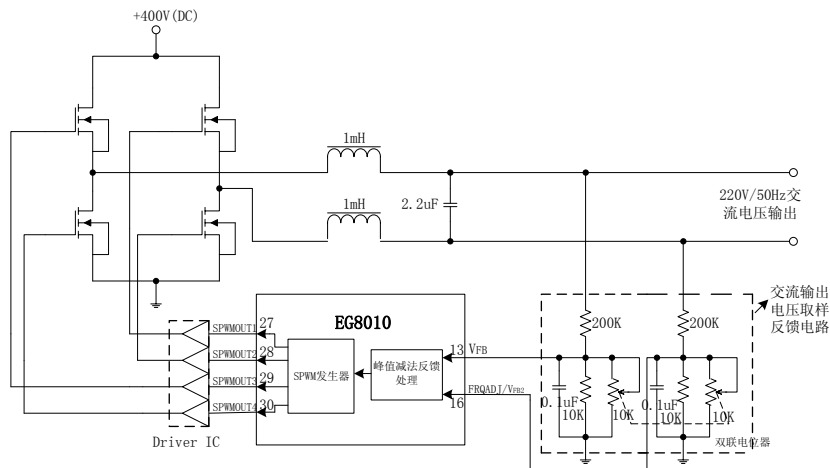

图 8.1c EG8010 双极性调制输出电压反馈电路
EG8010 芯片的工作模式分为单极性调制方式和双极性调制方式，单极性调制时仅一桥臂（EG8010 引脚 SPWMOUT3, SPWMOUT4）做 SPWM 调制输出，另一桥臂（EG8010 引脚 SPWMOUT1, SPWMOUT2）做基波输出，应用时滤波电感需要接在 SPWM 调制桥臂输出端，电压取样反馈电路同样需要接在 SPWM 调制桥臂电感的输出端，如图 8.1a。双极性调制时双桥臂（EG8010 引脚 SPWM3, SPWM4, SPWM1, SPWM2）同时做 SPWM 调制输出，应用时使用两路电感滤波特性将会更好，电压取样反馈电路需要两路分压网络做差分反馈处理，如图 8.1c。
双极性调制模式时，EG8010 芯片的电压反馈处理是通过引脚(13)VFB 测量左桥臂的输出电压和引脚(16) FRQADJ/VFB2 仅为 VFB2 功能来测量右桥臂的输出电压此时 FRQADJ 调频功能无效，电路结构如图 8.1c 电压反馈部分，通过两路差分反馈来测量峰值差分电压和内部基准正弦波峰值电压 3V 进行误差计算，对输出电压值作出相应调整，经内部电路误差值计算后调整幅度因子乘法器系数，实现稳压过程，双极性调制同样能在 1-3 个交流电周期内调整到期望的输出电压。